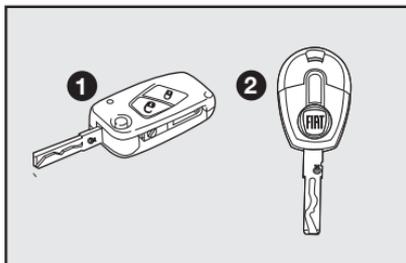

fig. 1
Con el vehículo se entregan según la versión, una llave **1-fig. 1** o dos llaves **2-fig. 1**.
Las llaves **1** ó **2-fig. 1** se utilizan para:
- Apertura/cierre de las puertas a través del telecomando (llave **1-fig. 1**)
Para la llave de arranque **2-fig. 1** está prevista la predisposición para instalación de telecomando a distancia.